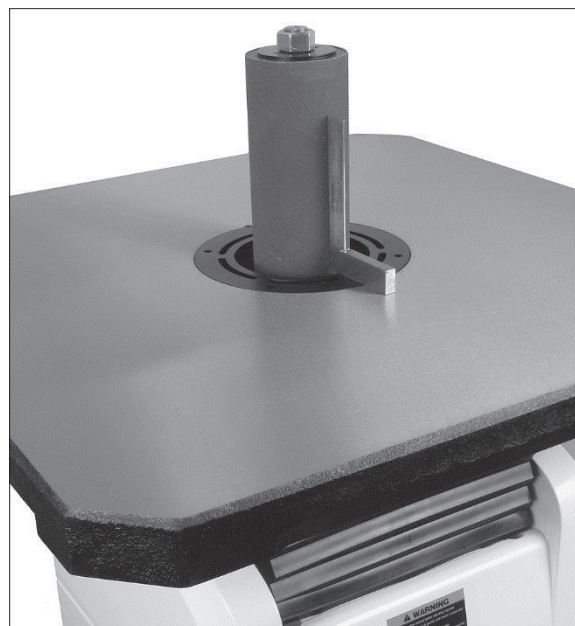

Abbildung 13: Einstellen des Neigungsanschlags
2. Sicherstellen, dass der Stift (C) korrekt an der Anschlagsschraube eingerückt ist. Den Tisch bei 0 Grad (90 Grad) an der Anschlagsschraube (D) positionieren.
3. Winkelmaß auf dem Tisch und an der Vorderseite von Trommel oder Spindel platzieren (Abbildung 13).